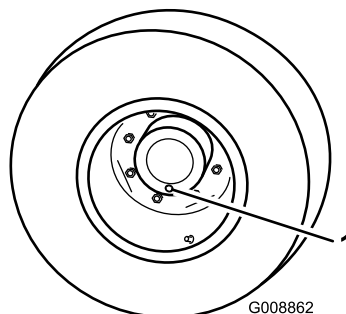

Figure 66
1. Placez la machine sur une surface plane et horizontale et tournez une roue de sorte que l'un des bouchons de contrôle se trouve à la position la plus basse (6 heures) (Figure 66).